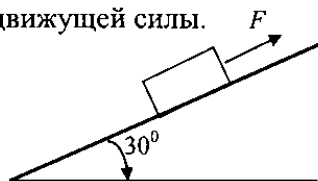

Рис.51
- Задача 2. Тело массой  $300 \text{ кг}$  поднимается по наклонной поверхности согласно уравнению  $S=2,5t^2$ , (рис.51). Коэффициент трения скольжения  $f=0,2$ . Определить значение движущей силы.